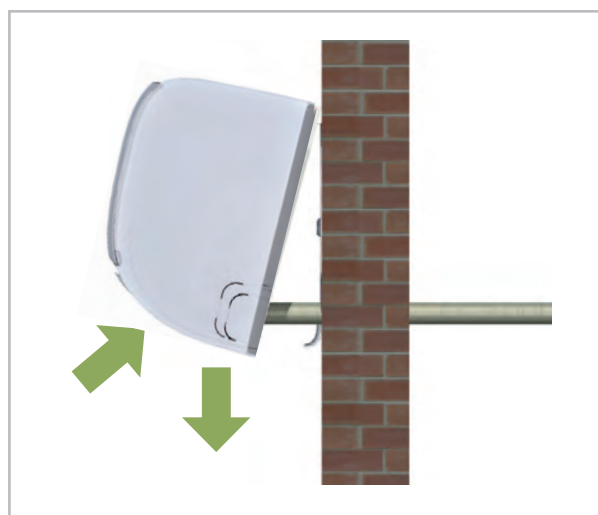

Abb. 29: Waagerechte Ausrichtung
5. ➤ Überprüfen Sie nochmals die waagerechte Ausrichtung des Gerätes. (Abb. 29)